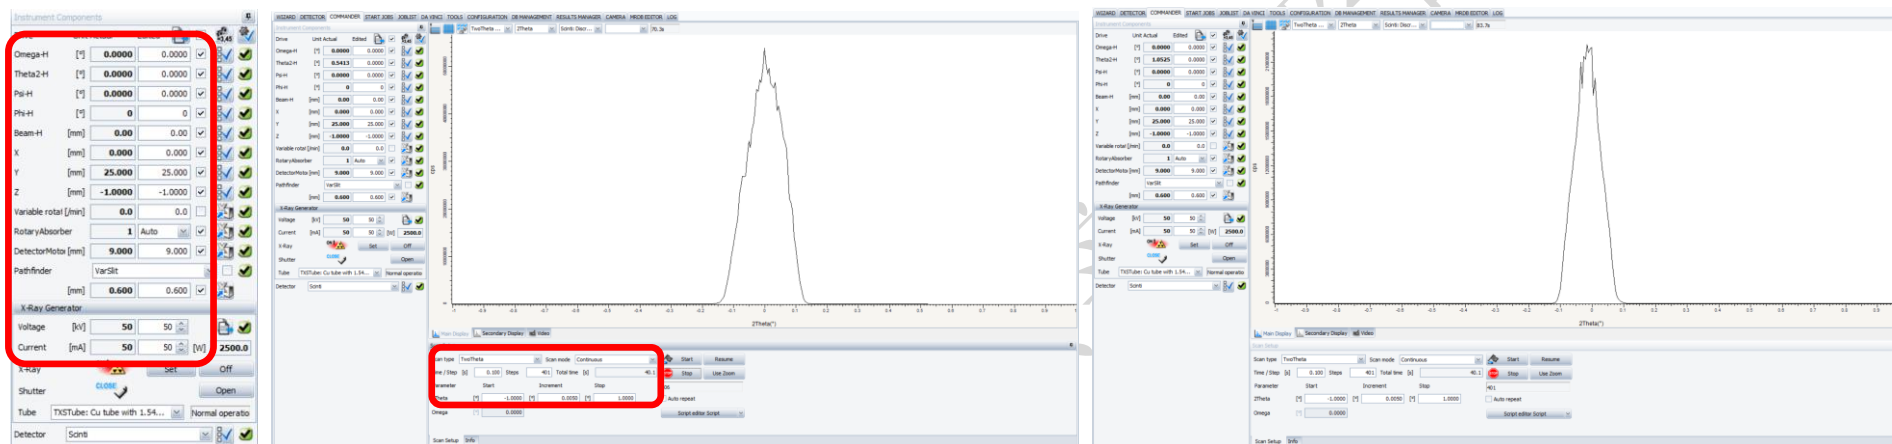

图 6-6 直射光强度检查
在检测直射光强度时, 不要装载样品到真空吸盘上, 也不要安装准直器, 所有马达设置见下文, 此时强度约为 5385 万 cps 左右; 然后装上 0.5 mm 准直器, 强度约为 2249 万 cps (图 6-6)。
6.6.1.3 扫描参数: Scan type: TwoTheta, Scan range: -1 ~ 1°, Increment: 0.01 or 0.005°/step, Time/Step: 0.1 s/step, 此时峰位在 0° 左右 (图 6-6)。